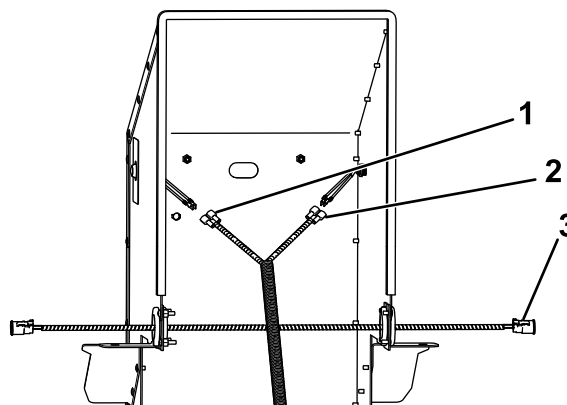

Figure 6
13. Faites passer les cosses d'éclairage dans les passe-câble de chaque côté du capot arrière (Figure 6).